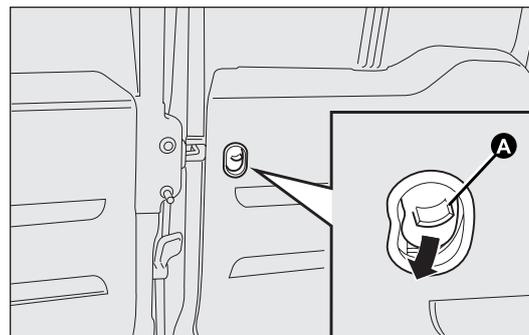

fig. 86
- accione el dispositivo A-fig. 86 situado en la parte interior de la puerta de hoja derecha;